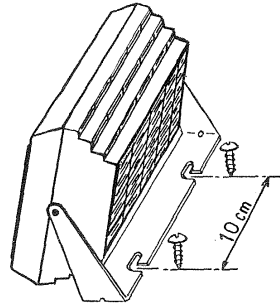

Figure 8
**TYPE E 364 :** Haut-parleur 10 x 16 cm, 4 ohms, en coffret rectangulaire incassable et résistant à la chaleur (fig. 8).